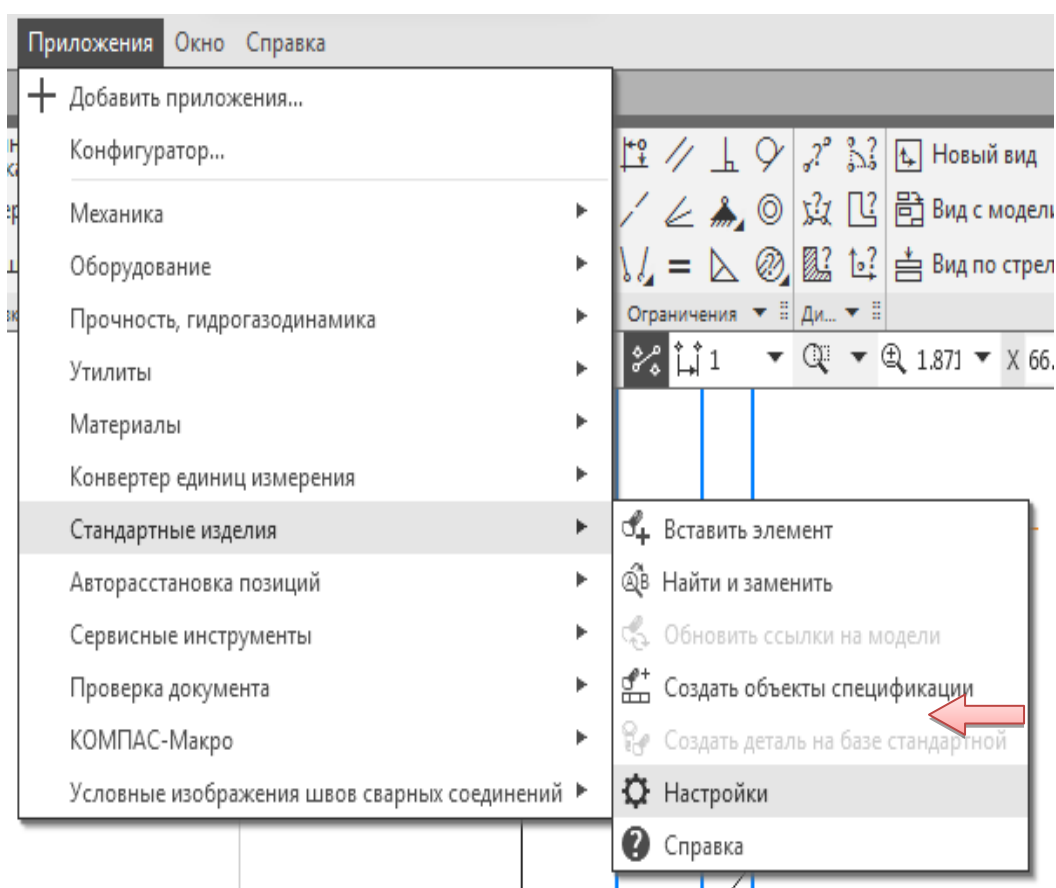

Рис. 2.28. Меню настройки приложения стандартных изделий
- Выполните команду «Приложения → Стандартные изделия → Настройки» (рис. 2.28).